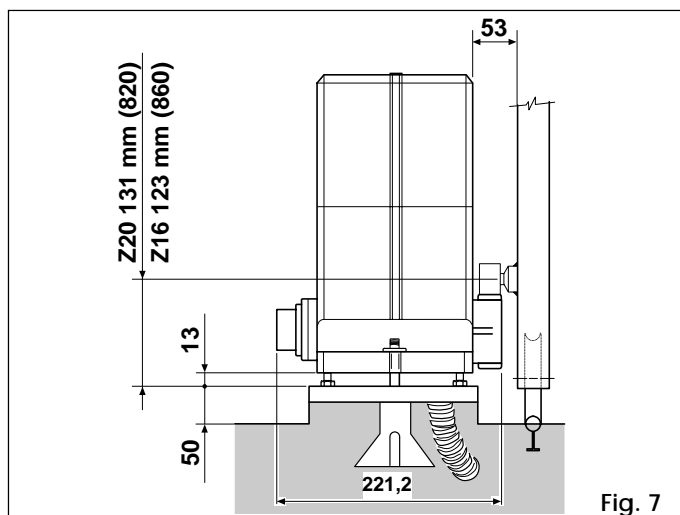

Fig. 7
Nota bene: E' consigliabile collocare la piastra su un basamento di cemento a circa 50 mm dal suolo (fig. 7).
- 3) Registrare l'altezza dei piedini e la distanza dal cancello come da fig. 7.